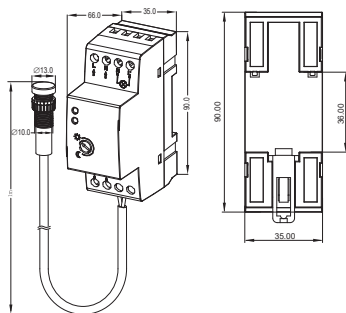

Рисунок 5 – ФР 605
4.4.1 Регулировка (ФР 601, ФР 602, ФР 603, ФР 604) осуществляется регулятором «LUX» порога срабатывания в зависимости от уровня освещённости находится на основании корпуса фотореле (рисунок 5). Вращением регулятора (регулировка «+» «-») можно установить порог срабатывания фотореле, в зависимости от уровня освещённости окружающей, среды от 5 (сумерки) до 50 люкс;